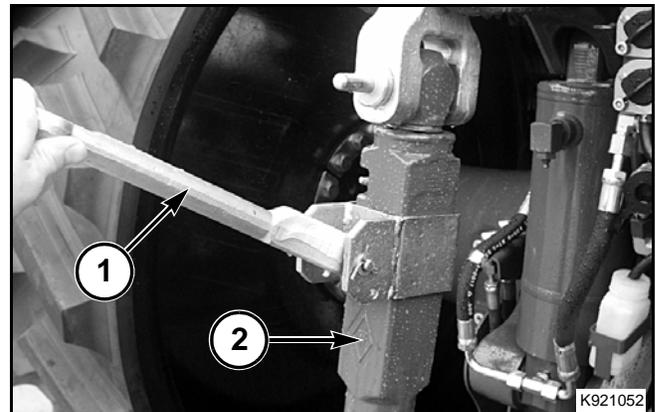

FIG. 164
FIG. 164: La longitud de cada eslabón de levantamiento puede ajustarse por separado. Los eslabones de levantamiento pueden usarse para la nivelación de lado a lado del implemento. Para ajustar cada eslabón de levantamiento, quite la pinza de resorte y tire de la manija (1) hacia afuera.